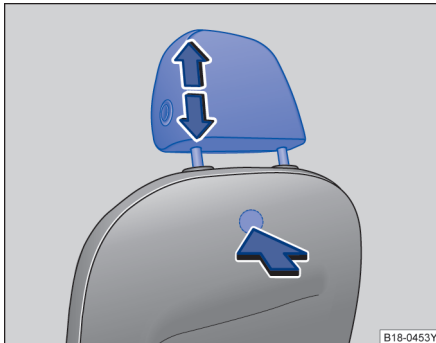

图 61 拆卸和安装前部头枕
- 按压座椅背部隐藏在座椅套内的按钮 ⇒ 图 61，将头枕完全拔出。